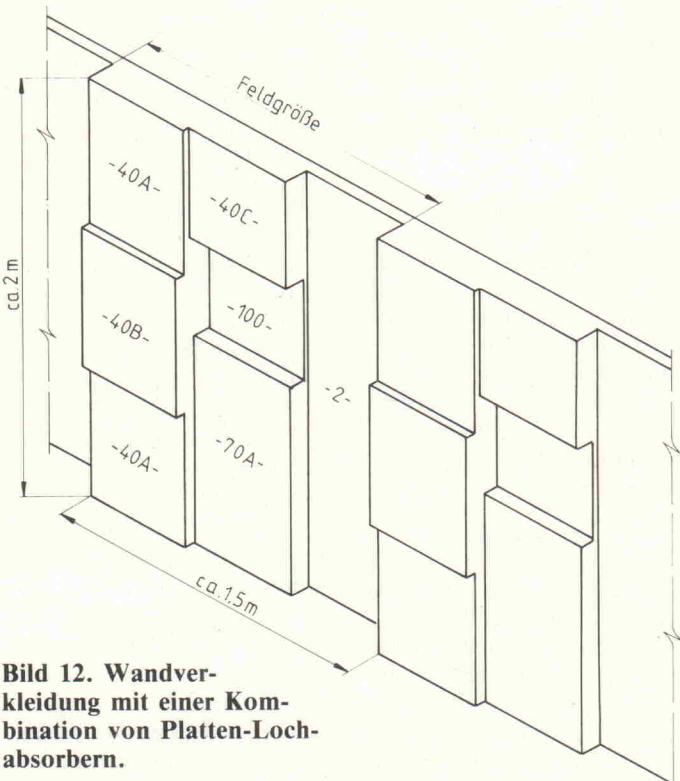

Bild 12. Wandverkleidung mit einer Kombination von Platten-Lochabsorbern.
2. Möglichkeit: Eine Kombination von Platten- und Lochabsorbern in asymmetrischem Aufbau (Bild 12 und 13). Die Wirkungsweise dieser Absorbertypen wurde schon an früherer Stelle besprochen. Aus Tabelle 4 ist ersichtlich, welche Abmaße die einzelnen Sektionen haben müssen und wie die prozentuale Verteilung im Raum ist. Die Anordnung ist dem Geschmack jedes einzelnen überlassen. Die Elemente sollten jedoch erst ca. 20 cm über dem Boden beginnen, um unnötige Stolperaktionen zu verhindern.